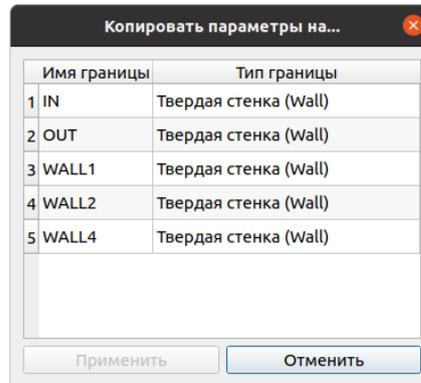

Рисунок 3.87 – Окно с таблицей параметров границ
- «Копировать параметры на» для вызова таблицы с именами и типами границ доступными для копирования (рис. 3.87).